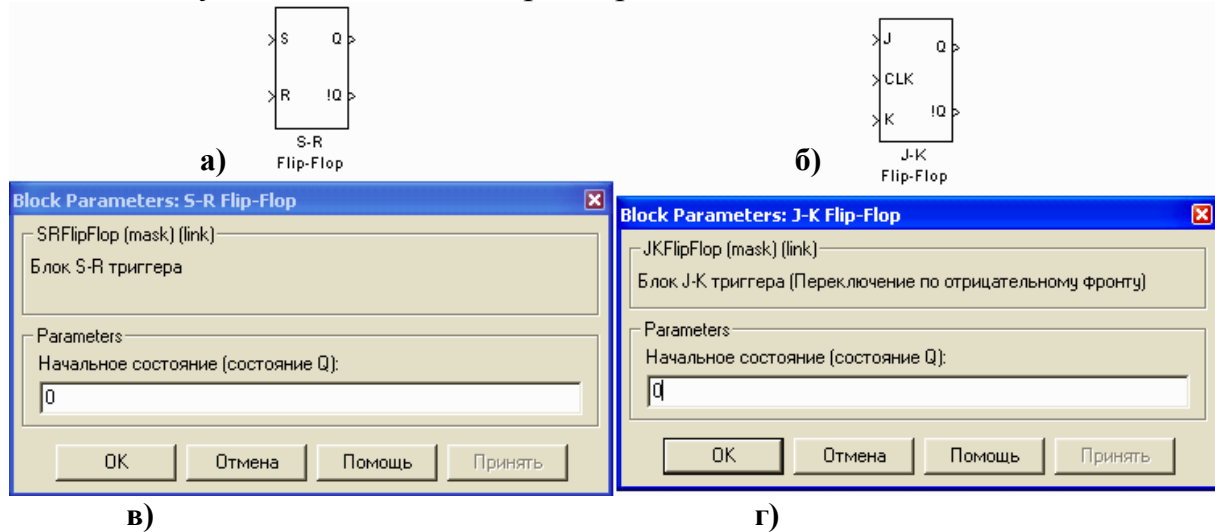

Рис. 1.78. Блоки S-R (а) и J-K-триггеров (б) и окна их параметров (в, г)
Раздел библиотеки Flip Flops содержит 4 блока реализующих следующие типы стандартных триггерных устройств: D Flip Flop, D Latch, J-K Flip-Flops и S-R Flip-Flops (рис. 1.78, а, б). Блоки D-триггеров не имеют каких-либо устанавливаемых параметров.
Для J-K и RS-триггеров в окне установки параметров (см. рис. 1.78 в, г) задается один параметр – начальное состояние для прямого выхода (Q).